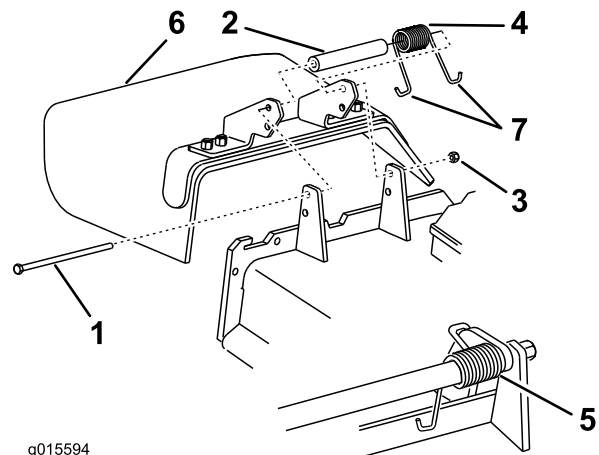

Figure 97
1. Retirez le contre-écrou, le boulon, le ressort et l'entretoise qui fixent le déflecteur aux supports de pivot (Figure 97). Enlevez le déflecteur s'il est endommagé ou usé.
Remarque: Prenez soin de placer une extrémité en J du ressort derrière le bord du plateau avant de mettre le boulon en place, comme indiqué à la Figure 97.
3. Remettez le boulon et l'écrou. Accrochez une extrémité en J du ressort au déflecteur d'herbe (Figure 97).